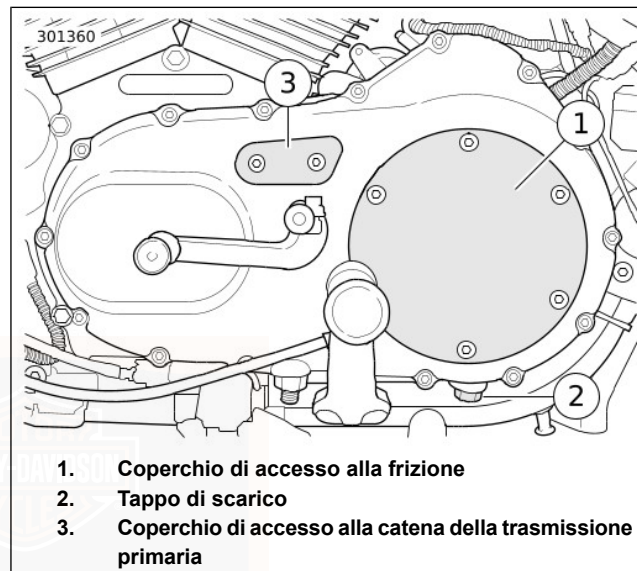

Figura 31. Coperchio del carter della catena della trasmissione primaria: modelli Sportster 2007
3. Vedere Figura 31. Togliere le viti e le rondelle dal coperchio di accesso alla frizione (1). Staccare il coperchio di accesso alla frizione da quello della trasmissione primaria. Fare attenzione a non danneggiare o spostare l'anello a sezione quadra nel coperchio della trasmissione primaria.
- Vedere Figura 31. Collocare un apposito recipiente sotto il tappo di scarico dell'olio del cambio (2).
- Vedere Figura 31. Togliere le viti e le rondelle dal coperchio di accesso alla frizione (1). Staccare il coperchio di accesso alla frizione da quello della trasmissione primaria. Fare attenzione a non danneggiare o spostare l'anello a sezione quadra nel coperchio della trasmissione primaria.
2. Vedere Figura 31. Rimuovere le due viti ad esagono incassato che fissano il coperchio di accesso alla catena della trasmissione primaria (3).